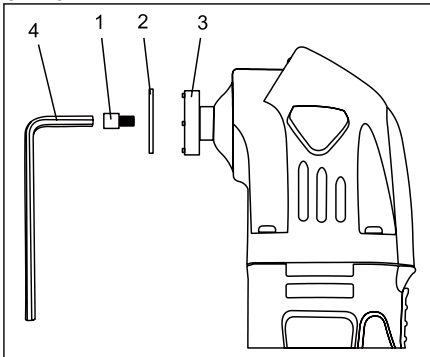

Fig. 1
1. Отвинтите винты ( 1 ) и шайбу ( 2 ) из держателя аксессуара ( 3 ), повернув винт против часовой стрелки . Используйте шестигранный ключ 5 мм ( Allen ) ( 4 ) , если винт слишком туго , чтобы быть удалены вручную ( рис. 1 ) .
а) Для аксессуаров “ открытой спиной “ ( рис. 1а ) , винтовые лопасти не должны быть удалены. Достаточно слегка ослабьте лезвие , чтобы позволить аксессуар , чтобы проскакивать между аксессуарах шкивов и держателя .
б) Для аксессуаров “ закрытый конец “ ( рис. 1б ) , винт должен быть полностью удален из документа.